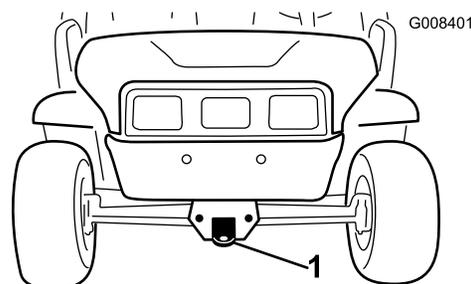
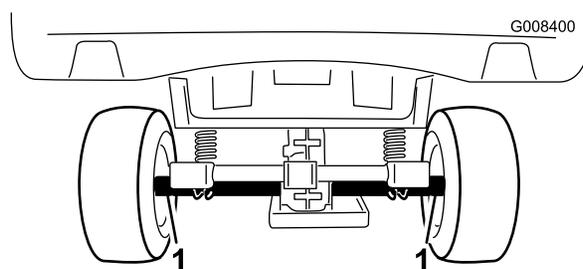

Figure 21
Figure 22
Chargez la machine sur une remorque pour la déplacer sur une longue distance. Arrimez solidement la machine sur la remorque. L'emplacement des points d'attache sur la machine est indiqué à la Figure 22 et la Figure 21.
2. Accrochez un câble de remorquage à la flèche d'attelage à l'avant du châssis de la machine (Figure 21).